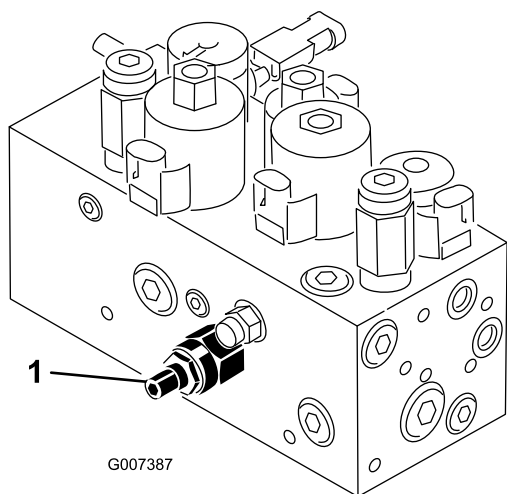

Figure 55
Le circuit de relevage/descente des plateaux de coupe de cette machine est muni d'un régulateur de débit (Figure 55). Celui-ci est réglé en usine. Il faut cependant parfois le régler pour compenser les différences de températures de l'huile hydraulique, de vitesses de tonte, etc. Dans ce cas, procédez comme suit :
1. Soulevez le siège et trouvez le régulateur de débit du bâti de traction central (Figure 55) situé sur le côté du collecteur hydraulique.